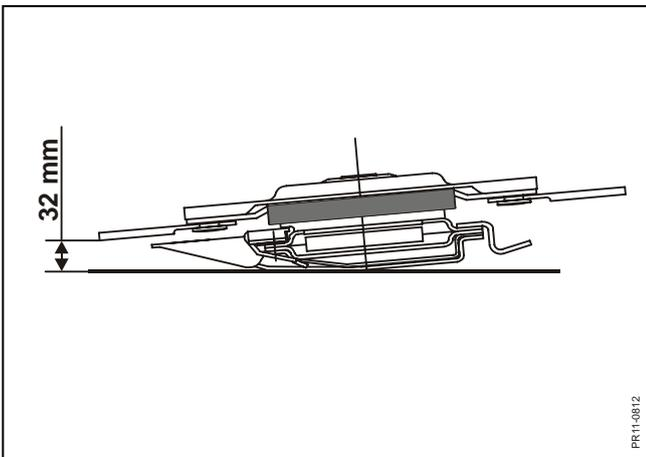

Fig. 3-13
**Fig. 3-13:** Wird die Maschine etwa 5° nach vorne eingestellt, wird 32 mm Schnitthöhe erreicht. Die Maschine darf nicht weiter vorne eingestellt werden, da die Gelenkwelle dann beschädigt werden kann, Gleitkufen, Scheiben und Messer zu schnell abgenutzt werden und das Futter kann verschmutzt werden.